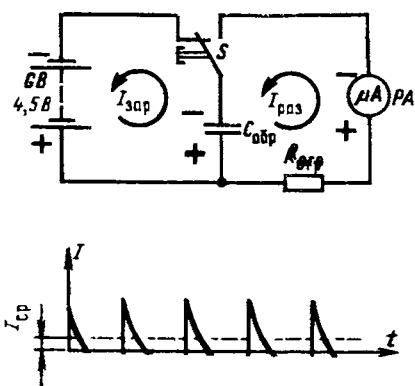

Рис. 287. Опыт, иллюстрирующий принцип работы конденсаторного частотометра
Чтобы разобраться в этом вопросе, проведи такой опыт. Соедини по схеме на рис. 287 батарею 3336Л (GB), бумажный образцовый конденсатор  $C_{\text{обр}}$  емкостью 0,5–1 мкФ, микроамперметр РА на ток 100–300 мА, например микроамперметр комбинированного измерительного прибора или транзисторного вольтметра, и кнопочный переключатель S типа КМ1-1. Последовательно с микроамперметром включи ограничительный резистор  $R_{\text{огр}}$ , сопротивление
Кнопочный переключатель S подключи так, чтобы его контакты находились в положении, показанном на схеме. При этом конденсатор мгновенно зарядится до напряжения батареи. Нажми кнопку, чтобы заряженный конденсатор переключить на микроамперметр. Стрелка прибора отклонится вправо, фиксируя ток разрядки конденсатора и тут же вернется на нулевую отметку. Постарайся ритмично и возможно чаще нажимать и отпускать кнопку переключателя. С такой же частотой конденсатор будет заряжаться от батареи и разряжаться через прибор. Чем больше частота этих переключений, тем меньше будет колебаться стрелка прибора, показывая среднее значение тока через него (на графике в нижней части рис. 287 среднее значение тока  $I_{\text{ср}}$ ). При том же образцовом конденсаторе с повышением частоты переключений прибор будет фиксировать все возрастающий ток. Таким образом, по отклонению стрелки можно судить о частоте импульсов тока, подаваемых на прибор.